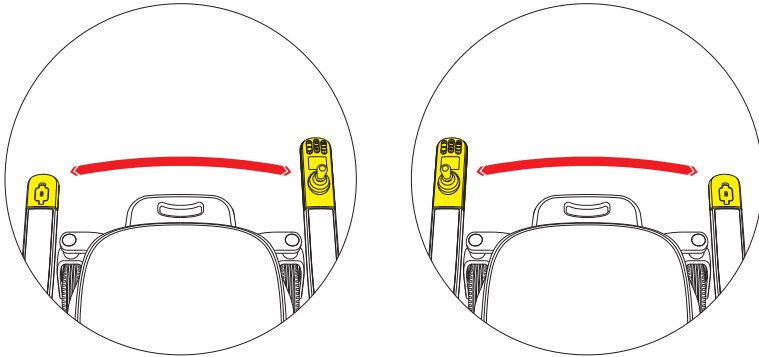

Abbildung 4.5.1
Schritt 3: Tauschen Sie das linke und das rechte Steuergerät aus, schließen Sie den Kabelbaum an, setzen Sie das linke und das rechte Steuergerät in den Kartensteckplatz des Armlehnensteuergeräts ein, und verwenden Sie den Innensechskantschlüssel, um die Innensechskantschrauben zu sichern. (Wie in Abbildung 4.5.1 dargestellt)